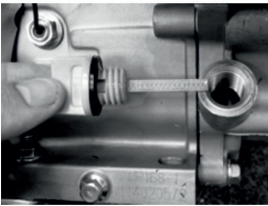

Рис. 21
2. Выкрутите пробку маслозаливной горловины (рис. 21);